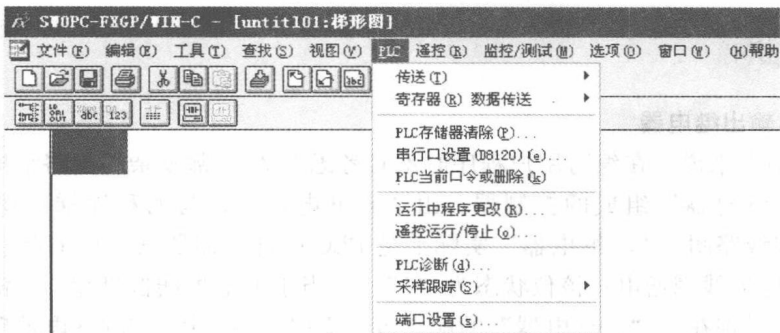
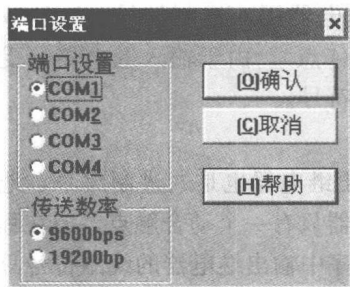
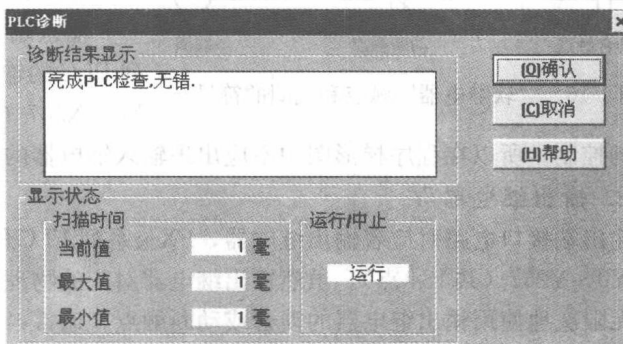

图 1-13 PLC 菜单
图 1-14 设置 PLC 端口及参数
图 1-15 PLC 诊断
(4) 设置 PLC 端口及参数。在编程界面上单击【PLC】菜单，选择子菜单【端口设置】，如图 1-13 所示。在端口设置栏中选择串口 COM1，波特率 9600bit/s，如图 1-14 所示，然后单击【确认】按钮。
(5) PLC 诊断。在如图 1-13 所示的【PLC】菜单中选择子菜单【PLC 诊断】，如图 1-15 所